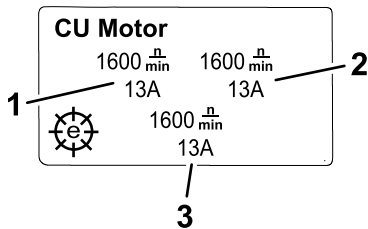

図 21
- **カッティングユニットのモータ画面** 図 21: 各リールモータの速度と電流値を表示します。